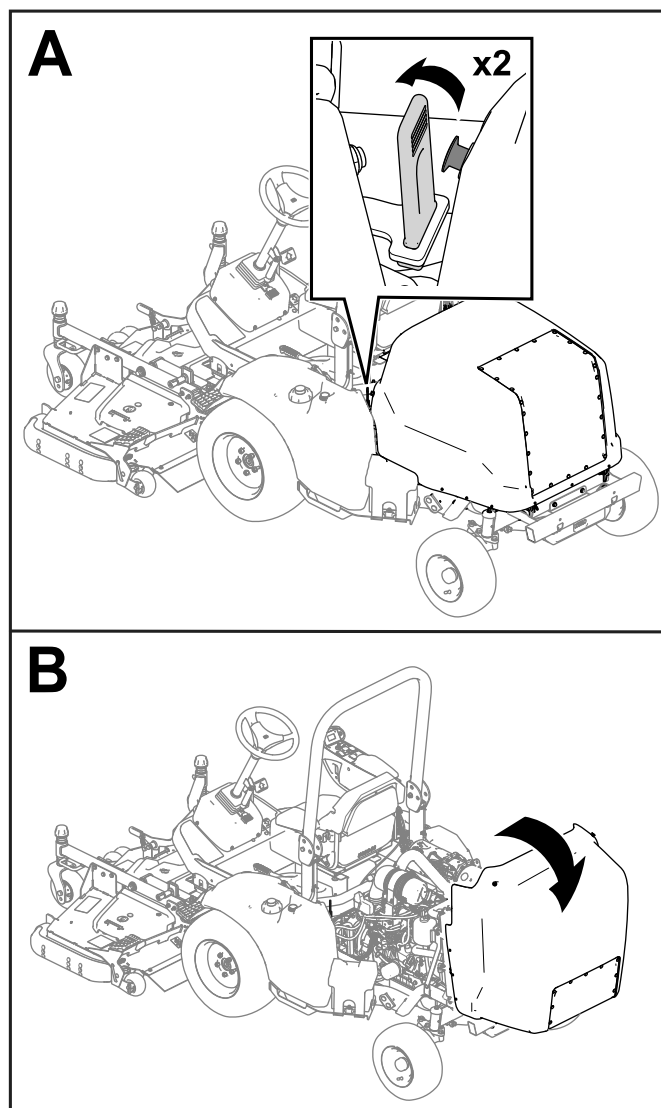

Figura 47
1. Abra los cierres en cada lado de la máquina (Figura 47).
2. Levante el capó (Figura 47).